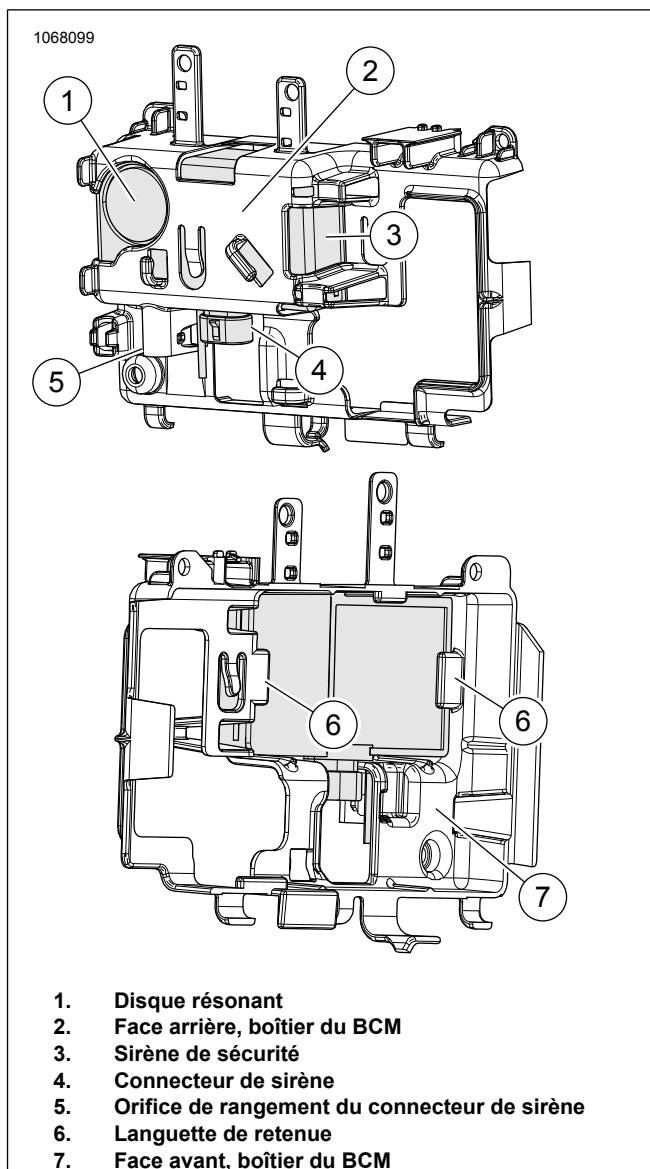

Figure 25. Modèles Softail de 2018 et plus récents
6. Figure 25 Déconnecter le connecteur de la sirène de sécurité (5) à l'arrière du boîtier du BCM (2).
7. Brancher le connecteur (4).
8. Installer la sirène de sécurité à l'avant du boîtier du BCM (7).
- a. Vérifier que le disque résonant (1) fait face à l'arrière du véhicule.
- b. Placer la sirène de sécurité dans le boîtier du BCM et appuyer pour la mettre en place en verrouillant les languettes de retenue (6).